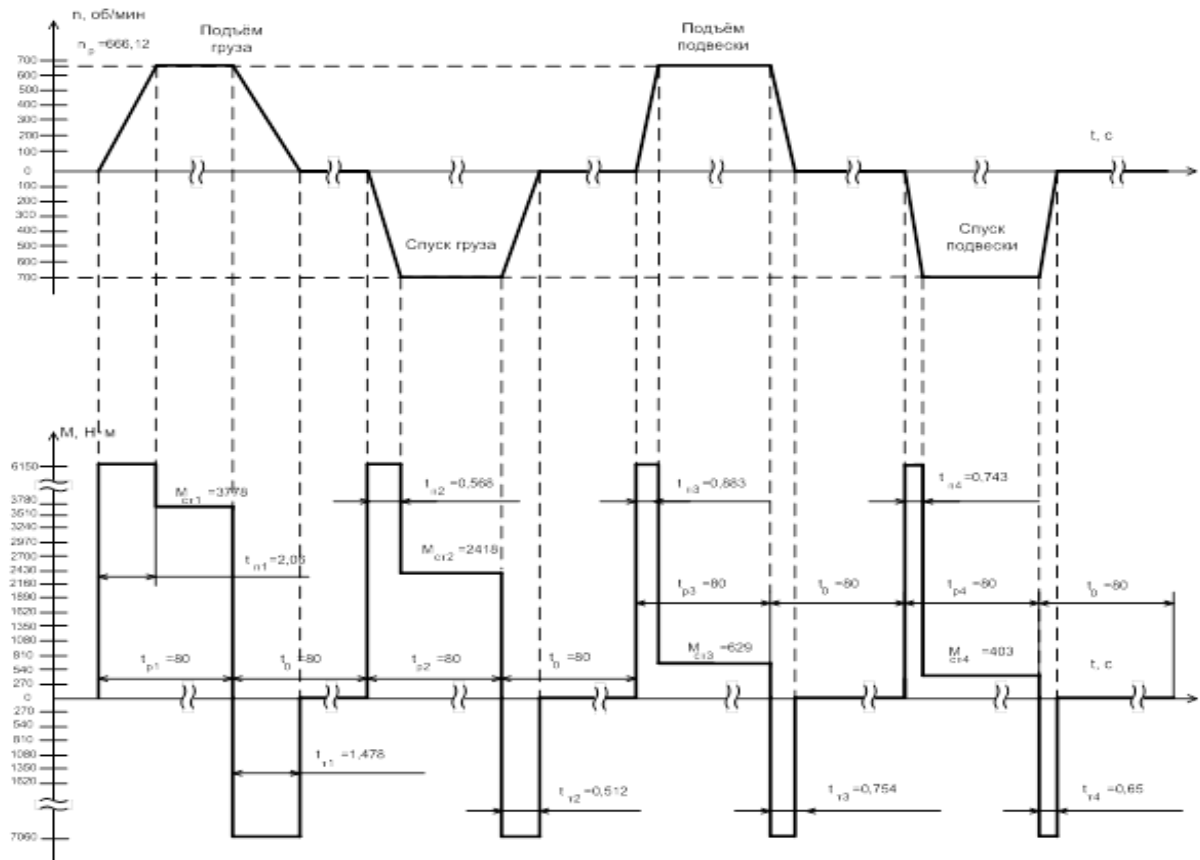

Рис.2
3	3. По нагрузочной диаграмме механизма на рис. 2 определить необходимую мощность двигателя Рис. 2
4. По нагрузочной диаграмме механизма на рис. 2 определить коэффициент передачи редуктора для двигателя с номинальной скоростью 1480 об/мин. Определить максимальные моменты на входном и выходном валах этого редуктора. Определить необходимую номинальную мощность редуктора с коэффициентом запаса $k=2$.